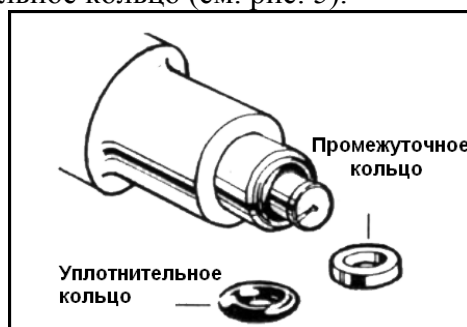

Рис. 5. Снятие нижнего уплотнительного кольца.
- снять нижнее уплотнительное кольцо (см. рис. 5).